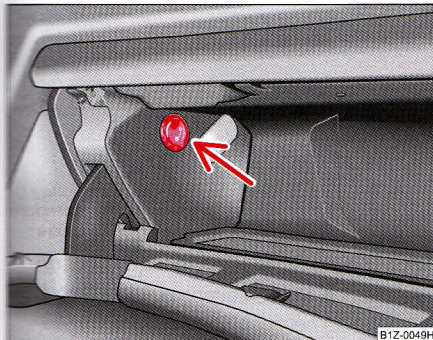

Fig. 99 Torpedoul:
- Porniți, respectiv opriți răcirea de la întrerupătorul ⇒ fig. 99.